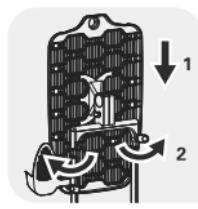

图6
- 将熨烫板正面朝向与水箱方向一致，插入伸缩杆顶部并锁紧锁扣。 ( 图6 )